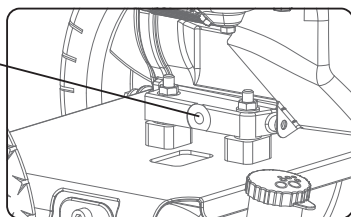

Fig. 15
- Placez un bac réceptif à huile sur le sol pour recueillir l'huile. Enlevez l'écrou de vidange d'huile situé sur la socle du carter moteur (fig 15) , puis inclinez la laveuse à pression vers l'arrière et sur le côté pour vider l'huile complètement.